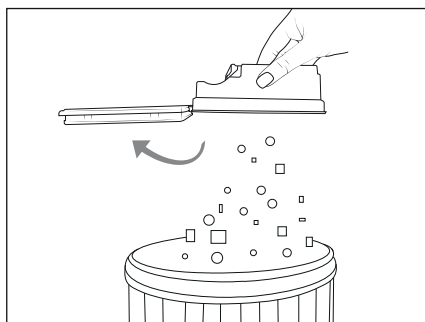

Fig. 8
- 3) Videz le contenu du bac à poussière **12** dans une poubelle (voir fig. 8).